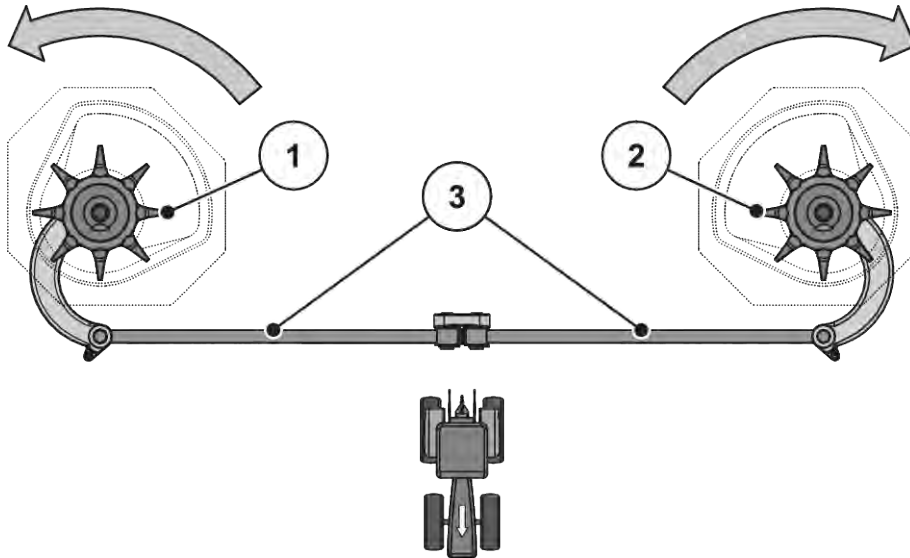

Fig. 56: Kontrol af røreværksdrevet
- Drej rørehovedet med hånden i **spredeskivens rotationsretning**. Se Fig. 56 Kontrol af røreværksdrevet.
- Drej rørehovedet med hånden eller ved hjælp af et oliefilterbånd kraftigt **mod spredeskivens rotationsretning**. Se Fig. 56 Kontrol af røreværksdrevet